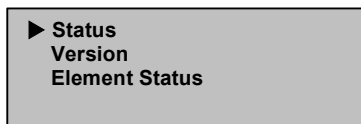

Figure 57 : Sélection de l'état
5. Dans le sous-menu SuperLoader Info (Informations sur le SuperLoader), sélectionnez Version (Voir la Figure 57).
5. Dans le sous-menu SuperLoader Info (Informations sur le SuperLoader), sélectionnez Element Status (État des éléments) (Voir la Figure 57).
5. Dans le sous-menu Drive Info (Informations sur l'unité), sélectionnez Status (État) (Voir la Figure 57).
5. Dans le sous-menu Drive Info (Informations sur l'unité), sélectionnez Version (Voir la Figure 57).